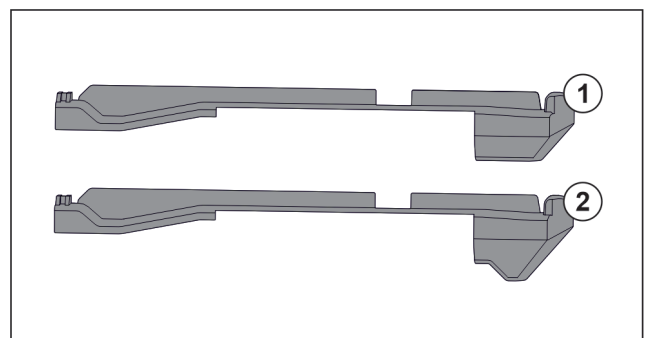

Fig. 74 Порівняння вставних частин
У пристрої є дві різні вставні частини. Вставна частина над самим нижнім висувним ящиком Fig. 74 (2) має трикутний край. Всі інші вставні частини Fig. 74 (1) мають прямий край.
- ▶ Розмістити вставну частину Fig. 74 (2) з трикутним краєм над самим нижнім висувним ящиком.
- ▶ Розмістити вставну частину Fig. 74 (1) з прямим краєм у всіх інших місцях.